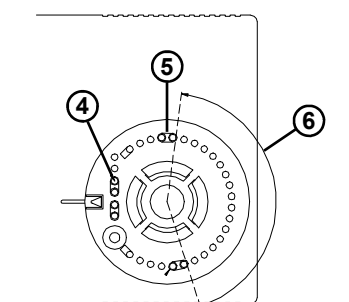

Fig. 6
1. Sollevare la manopola facendo leva con un cacciavite nell'apposito invito (2).
2. Prelevare i cavalieri meccanici (4) parcheggiati a lato della sede manopola e posizzarli (5) come nell'esempio di Fig. 6. In questo modo il campo di rotazione (6) è ridotto come nell'arco indicato.
1. Remove the knob by tilting it, eventually with the help of a screwdriver placed in the slot (2).
2. Pick up the plastic pins (4) parked at one side of the knob area and set them (5) as in the example of Fig. 6. In this example the rotation range (6) is reduced as in the shown angle.